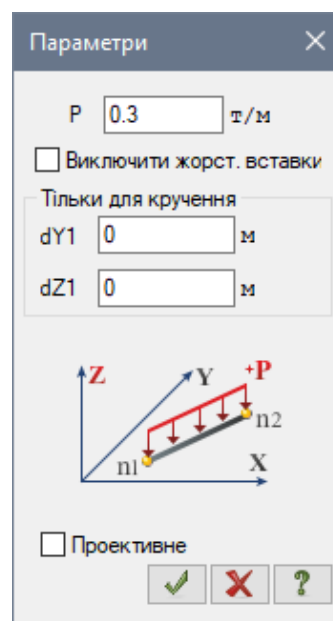

Рис. 7.21. Діалогове вікно **Параметри**
- Натиснувши на кнопку **рівномірно-розподіленого навантаження** відкрийте діалогове вікно **Параметри** (рис. 7.21).